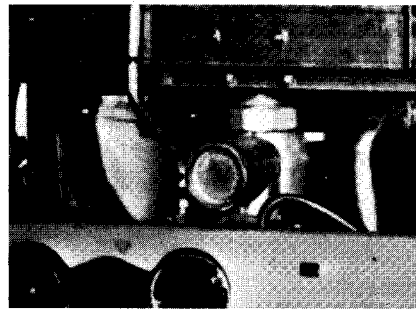

Fig. 7
3) Corregir este caudal por medio del tornillo situado detrás del tapon (1) fig. 7 de la válvula de gas.